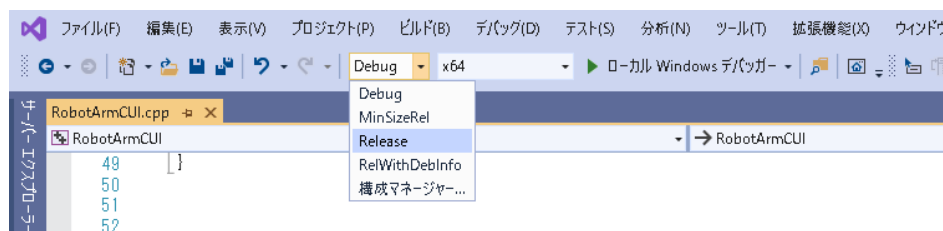

図 12 Release ビルド
- ④ 「Configure」を選択する。
- ⑤ 使用する Visual Studio のバージョンを選択し、「Finish」を選択する。（ディレクトリ生成のダイアログが出てきたら「Yes」を選択）
- ⑥ メッセージ「Configuring done」を確認し「Generate」を選択。「Generating done」の表示されたら完了。
- ⑦ build フォルダ内の「MyConsoleIn.sln」を開く。Visual Studio が立ち上がる。
- ⑧ ウィンドウ上部から Release ビルドを選択する（図 12）。
- ③ 「Generate」を選択。「Generating done」の表示されたら完了。
- ④ buildフォルダ内の「MyConsoleIn.sln」を開く。Visual Studioが立ち上がる。
- ⑤ ウィンドウ上部からReleaseビルドを選択する(図12)。
- ⑥ ビルドすると RobotArmGUI\Build\src\Release に実行ファイルが作成される。
(3) RobotoArmAutomaticController のファイルを準備
- ① 「RobotoArmAutomaticController」ディレクトリ内の「data1.dat」, 「data2dat」, 「data3.dat」を実行ファイルがある Release ディレクトリ内に移動する.
- ② ファイルを好きなように書き換える. (「4.3 自動で動作」を参照)